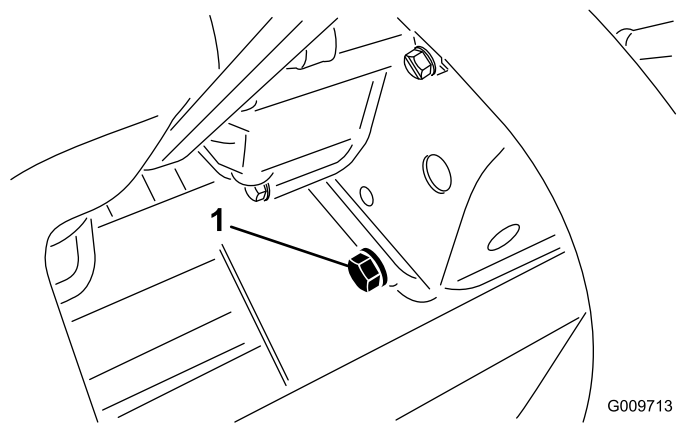

Figura 77
2. Retire o tampão de escoamento (Figura 77) e deixe o óleo escorrer para um recipiente adequado.